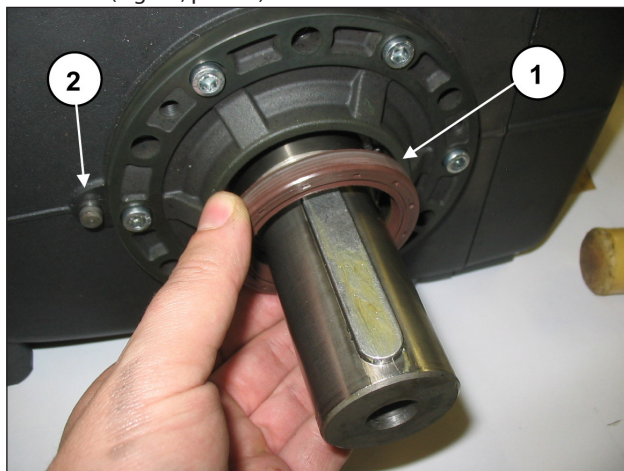

Fig. 33
Per modificare la versione applicando il gruppo riduttore dove non previsto, è necessario rimuovere il paraolio albero (Fig. 33, pos. ①) ed inserire sul carter la spina Ø8 di riferimento scatola riduttore (Fig. 33, pos. ②).
Nel modificare la versione, rimuovendo il gruppo riduttore dove previsto, è necessario introdurre l'anello paraolio albero nella sede sul coperchio laterale utilizzando l'attrezzo cod. 27904800 (Fig. 33, pos. ①).